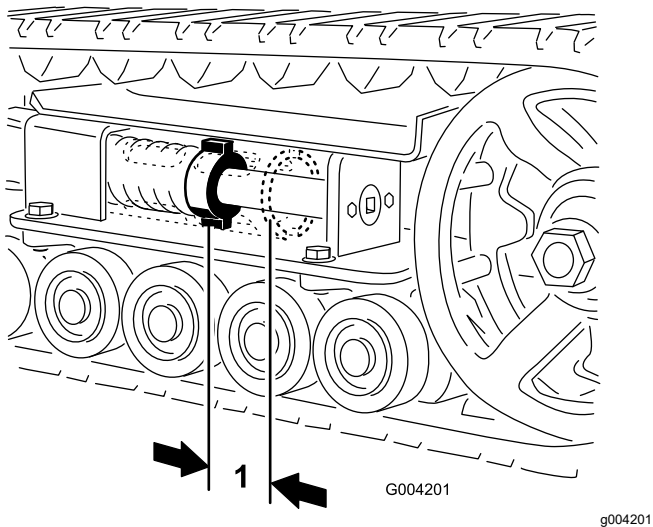

Bild 46
Der Abstand zwischen der Spannungsmutter und der Rückseite des Spannsrohrs sollte 7 cm sein (Bild 46). Stellen Sie ansonsten die Kettenspannung wie folgt ein:
5. Drehen Sie die Spanschraube mit einer Ratsche (1/2") nach links, bis der Abstand zwischen der Spannmutter und der Rückseite des Spannsrohrs 7 cm beträgt (Bild 46).
- Drehen Sie die Spannschraube nach links, bis der Abstand zwischen der Spannmutter und der Rückseite des Spannungsrohrs (Bild 46) 7 cm beträgt.
18. Drehen Sie die Spannschraube nach links, bis der Abstand zwischen der Spannmutter und der Rückseite des Spannungsrohr (Bild 46) 7 cm beträgt.